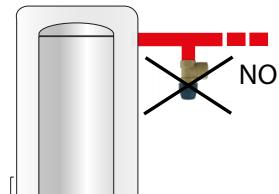

Abb. 1
- Installieren Sie das Ventil in vertikaler oder horizontaler Position, jedoch nicht verkehrt herum, um zu verhindern, dass die Ablagerung von Verunreinigungen die korrekte Position beeinträchtigt (Bedienung Abb. 1).
Die Abb. 1,2,3 beziehen sich sowohl auf das blaue als auch auf das rote Ventil.